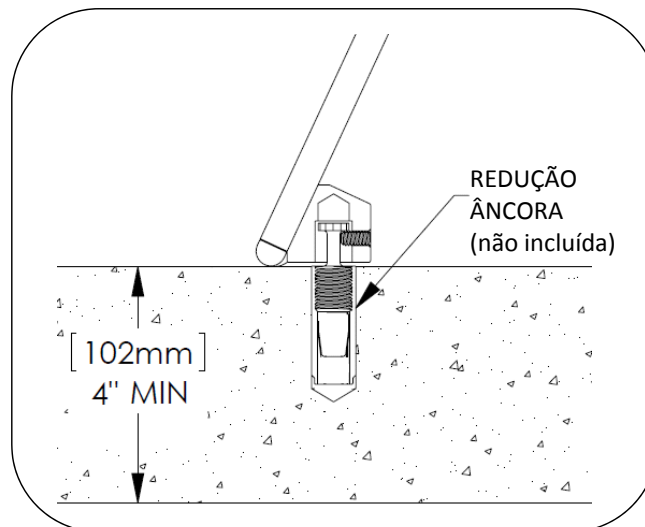

Fig. 2
2. Aparafuse o parafuso de montagem de superfície nos locais da perna fundida (2) tal como indicado na Fig.2.
2. Após um tempo de descanso adequado, coloque o banco sobre os parafusos de montagem de superfície e instale os parafusos tal como indicado na Fig.2.